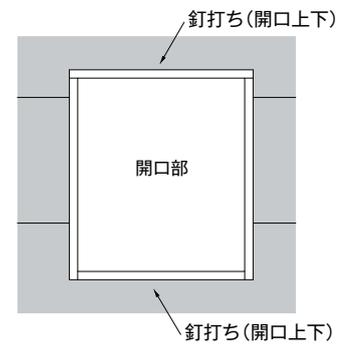

図5 モエンの施工
- ▶ 開口上下は、スペーサーを入れ、モエン用釘(ステンレスリング釘φ2.75×50mm)で固定する。(図5参照)